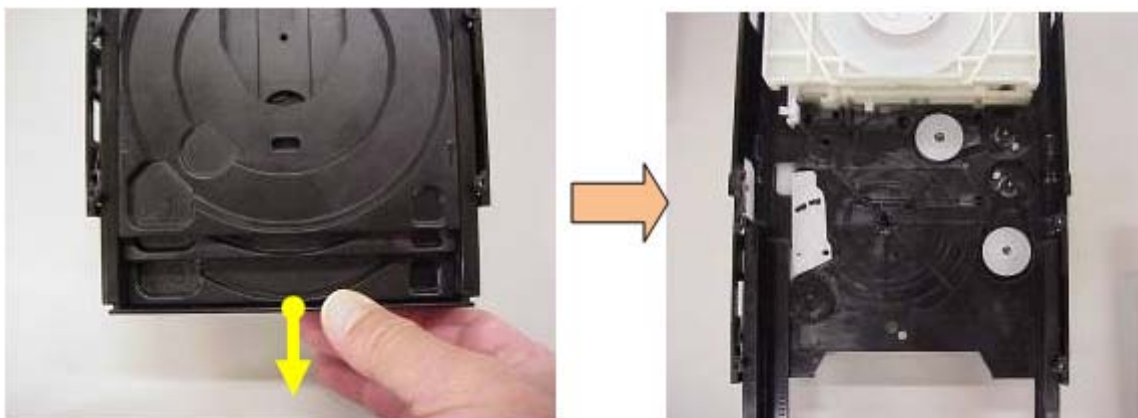

Fig. 1.10
2.3 Tome el marco de la charola y jale de ella (Fig. 1.10)